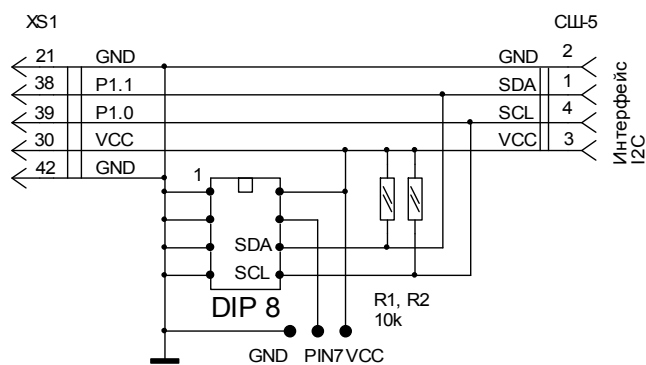

Рис.8 Сменный блок для I2C
- I2C (рис. 8). Предназначен для программирования ПЗУ с интерфейсом I2C объемом от 128 байт до 64 кбайт.